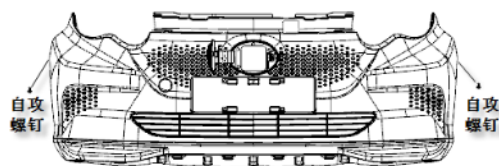

图 2-4
- (5) 用十字螺丝刀拆下前保险杠杠角处与前保险杠支架配合 2 个自攻螺钉以及与左右前轮挡泥板下部连接的 2 个螺栓，如图 2-4 所示；